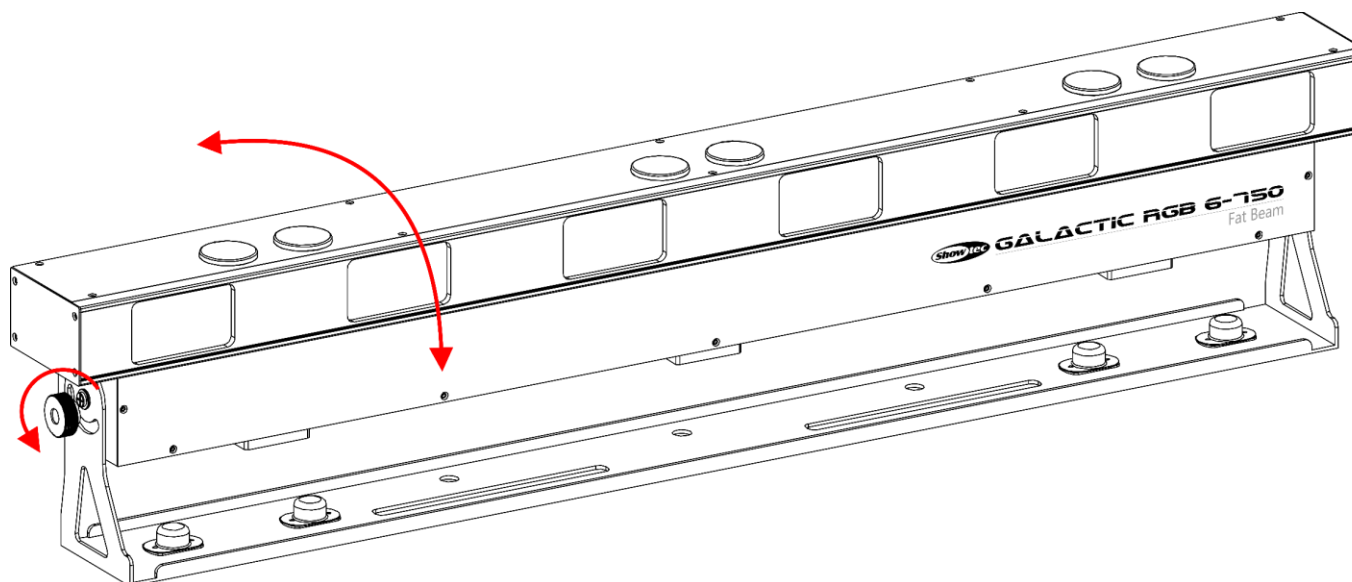

Fig. 09
- 01) Gire los **tornillos de ajuste (01)** en sentido antihorario para aflojarlos.
- 02) Inclíne el dispositivo hasta el ángulo deseado (véase la Fig. 09).
- 03) Gire los **tornillos de ajuste (01)** en sentido horario para apretarlos. Asegúrese de que el dispositivo no se pueda mover libremente después de haber apretado los **tornillos de ajuste (01)**.